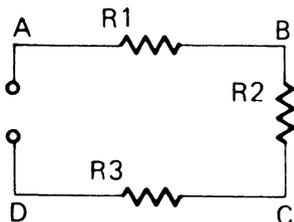

Figura 1
13. Riferitevi alla Figura 1. $R_1 = 2 \text{ K}\Omega$, $R_2 = 3 \text{ K}\Omega$, $R_3 = 5 \text{ K}\Omega$, $A = +20\text{V}$, $D = \text{GND}$.
14. Riferitevi alla Figura 1. $R_1 = 2 \text{ K}\Omega$, $R_2 = 3 \text{ K}\Omega$, $R_3 = 5 \text{ K}\Omega$.